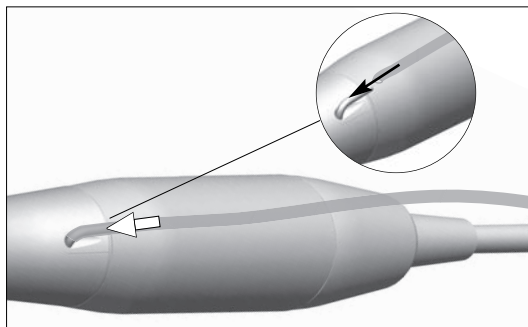

fig. 7
I. Ligar o tubo flexível ao tubo de spray da peça de mão ou do contra-ângulo **fig. 7**.